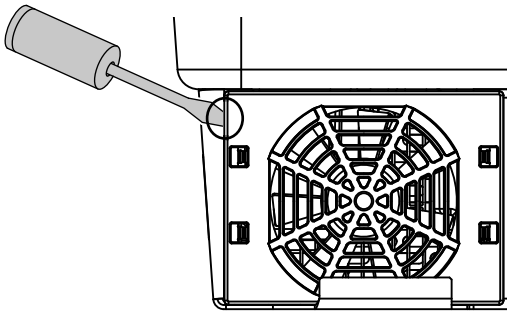

Abb. 52: Lüftergitter lösen
2. Lüfter ausbauen. Dazu am Rand des Lüftergitters einen Schraubendreher ansetzen und leichten Druck auf das Lüftergitter ausüben.  **Abb. 52**